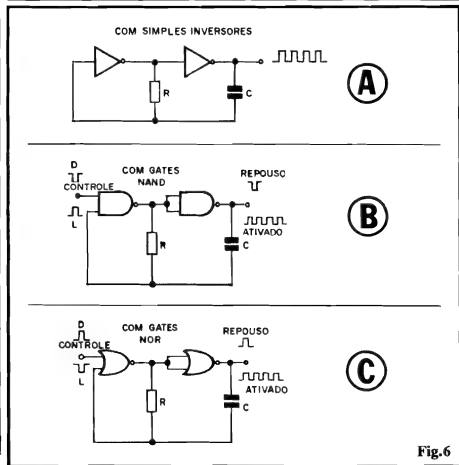

Fig. 6
- FIG. 6 - MAIS DETALHES ESTRUTURAIS SOBRE OS ASTÁVEIS COM GATES C.MOS - Lembrando sempre das já estudadas Tabelas Verdade dos **gates**, interessantes, úteis e importantes comportamentos e controles dos circuitos podem ser obtidos... Observem atentamente os diagramas da figura: em 6-A temos o arranjo básico, "feito" com dois **gates** simples inversores (que equivale, eletricamente, aos mostrados nas figuras 4 e 5...). Se, entretanto, usarmos na prática **gates** tipo NAND ou NOR de duas Entradas (ou mais...), podemos "liberar" pelo menos **uma** Entrada de um dos **gates**, obtendo com isso um terminal de controle ou de "autorização", através do qual (e a partir do nível digital a ele aplicado...) podemos "inibir" ou "permitir" a oscilação do bloco... Em 6-B, com dois **gates** NAND (metade de um 4011, por exemplo...), aplicando-se um nível "0" ao terminal de controle, o ASTÁVEL fica "quieto", desligado, apresentando também um nível "0" fixo, como condição de "repouso" na sua Saída... Já com um nível "1" aplicado à dita Entrada de Controle, o ASTÁVEL oscila, mostrando na Saída o esperado trem de pulsos... Já no caso 6-C, com **gates** NOR de duas Entradas (metade de um 4001, por exemplo...), estando a Entrada de Controle "baixa" (em "0" digital...), o ASTÁVEL será habilitado, aparecendo na sua saída o trem de pulsos. Com o terminal de autorização levado a "1", o ASTÁVEL fica inibido, com a Saída mostrando, em repouso, um estado "alto" fixo... Em qual-